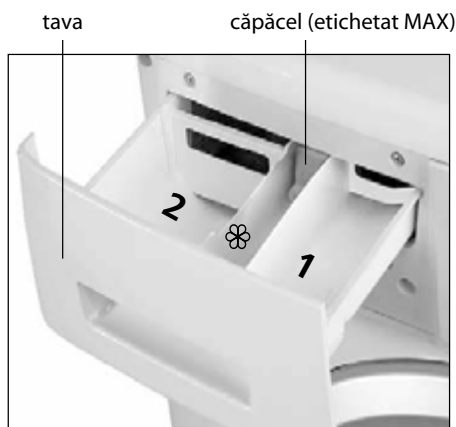
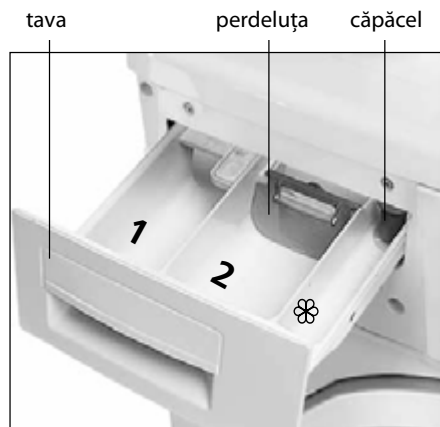
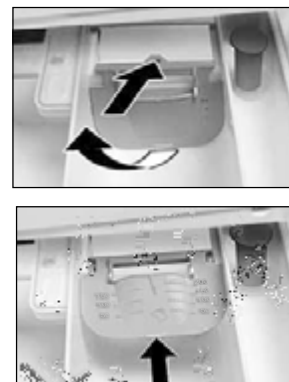

Figura 14
Figura 15
Figura 16
6.2.6 Înainte de a utiliza detergenți sub formă de pulbere în tava așa cum se arată în Figura 15, trebuie să deschideți declanșatorul așa cum se arată în Figura 16: apăsați pe fila pe ea și transferați-o în poziție orizontală, apoi împingeți până la capăt în direcția indicată de săgeată.
6.2.7 Când alegeți funcțiile suplimentare   , se recomandă să utilizați numai detergenți praf, care sunt plasate în împărțiturile 1 și 2, în conformitate cu Figura 14, 15.
În mașina cu o tavă așa cum se arată în Figura 15, înainte de a utiliza detergentul lichid este necesar a transfera declanșatorul în poziție verticală: împingeți-l spre sine până se oprește și lasați.
6.2.9 Supradozajul substanțelor de tratament special în împărțitura ☼ (mai sus de MAX marcat pe capac așa cum se arată în Figura 14 sau eticheta de pe partea laterală a împărțirii, în conformitate cu Figura 15), precum și intrarea lor în împărțitura vecină reduce calitatea de spălare.